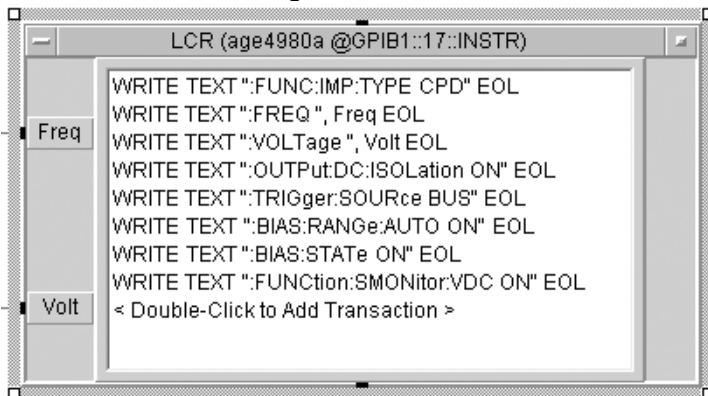

Рис. 7.6
2.3. В объекте, задающем исходные значения (Init Settings), также создать объект прямого ввода/вывода для LCR с командами и терминалами аналогично рис. 7.6. «Freq» служит для задания рабочей частоты измерительного сигнала, а «Volt» - для задания амплитуды измерительного сигнала. Создать необходимые дополни-